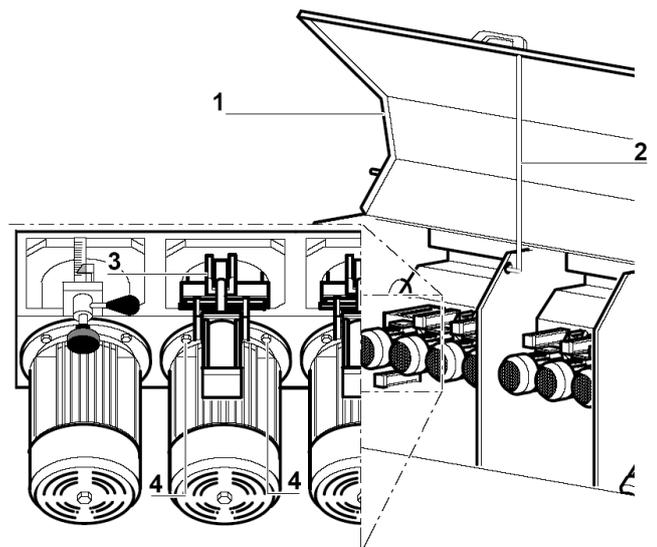

Fig. 50
1. Ouvrir la porte d'accès postérieure à la zone des moteurs (Fig. 50/1) et l'assurer par la barre spéciale (Fig. 50/2).
2. Enlever les enclenchements du moteur (voir PIÈCE JOINTE D) et ces des mécanismes à manivelle du système de réglage pneumatique (Fig. 50/3 et par.5.9).
3. Dévisser les vis de fixation de la plaque de support du moteur du mandrin (Fig. 50/4).